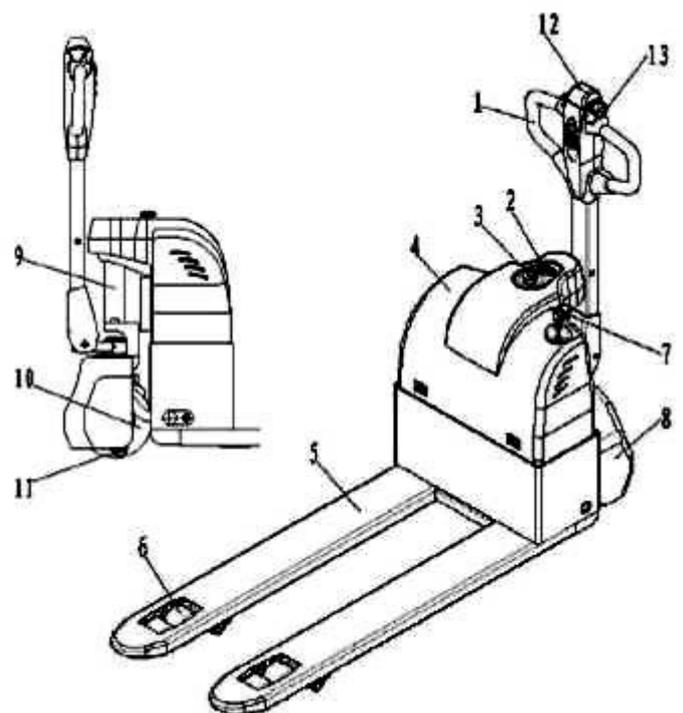

Рис.2
- поверните и потяните на себя кнопку выключения 3 (рис.2);
Для замены предохранителей снимите защитный кожух 4 (рис.2).